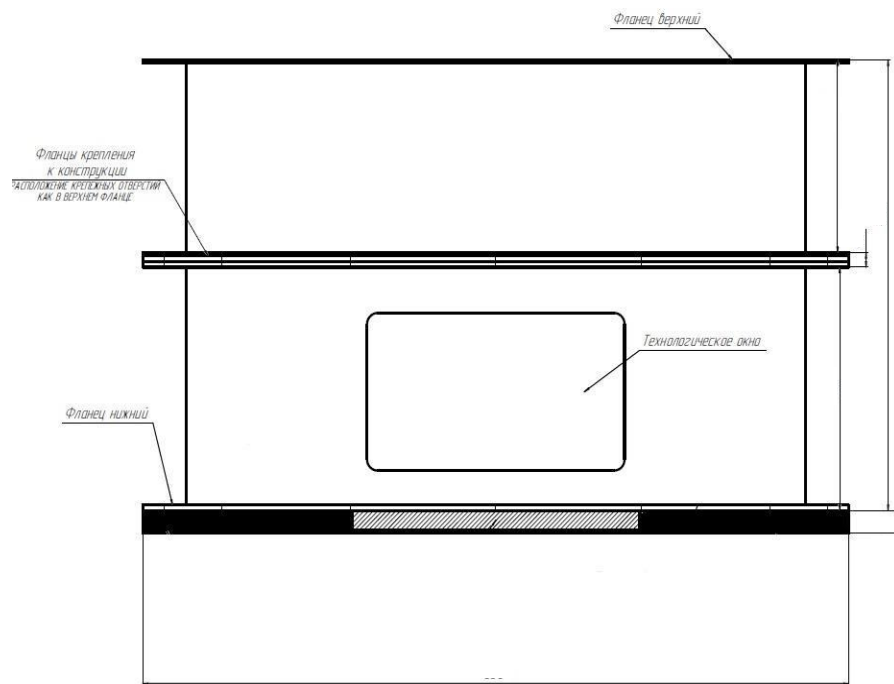

Рисунок 2.1 Внешний вид модификации ВЕСТ-ПТПВ-Л100
2.2.1 Первичный тензометрический преобразователь веса рекомендуется крепить в месте установки с помощью крепежных отверстий среднего фланца. Внешний вид одной из модификаций ПТПВ приведен на Рис. 2.1.